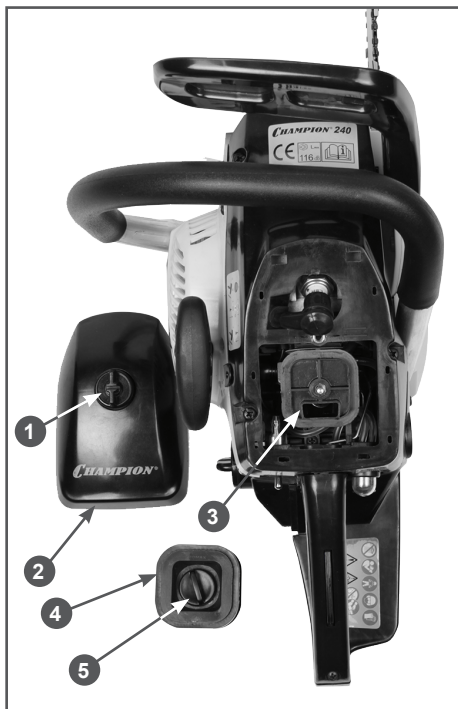

Рис. 20 Обслуживание воздушного фильтра
1. Открутите винт 1 и снимите крышку 2 воздушного фильтра (Рис. 20).
2. Открутите гайку 5 и извлеките фильтрующий элемент 4 из опоры 3 воздушного фильтра (Рис. 20).